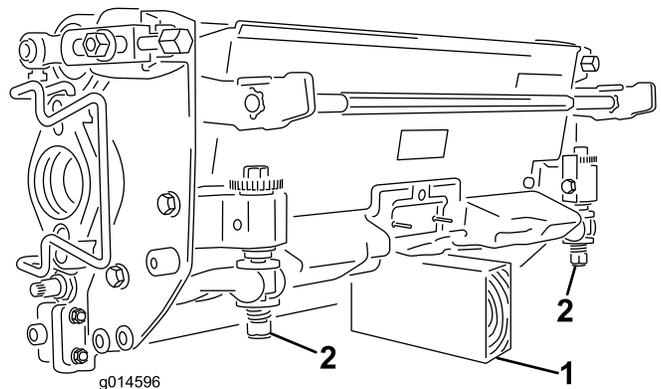

図 52
**重要** ベッドナイフやリールを見るためにカッティングユニットを立てる場合には、ベッドバー調整ねじのナットが床面に接触しないように、カッティングユニットの後ろ側をスタンドなどで支えてください 図 52。